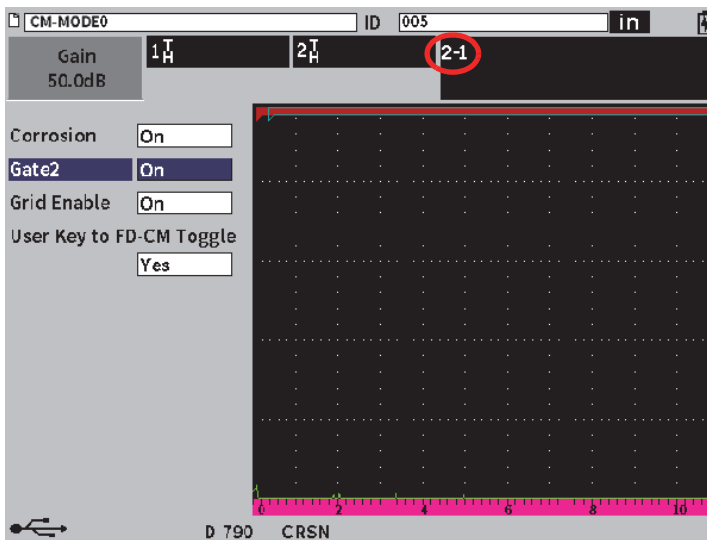

Figura 11-41 Caixa de diálogo de corrosão
1. Na caixa de diálogo **Corrosão** () no módulo de corrosão, defina **Porta 2** para **Ligar** (veja Figura 11-41 na página 229).